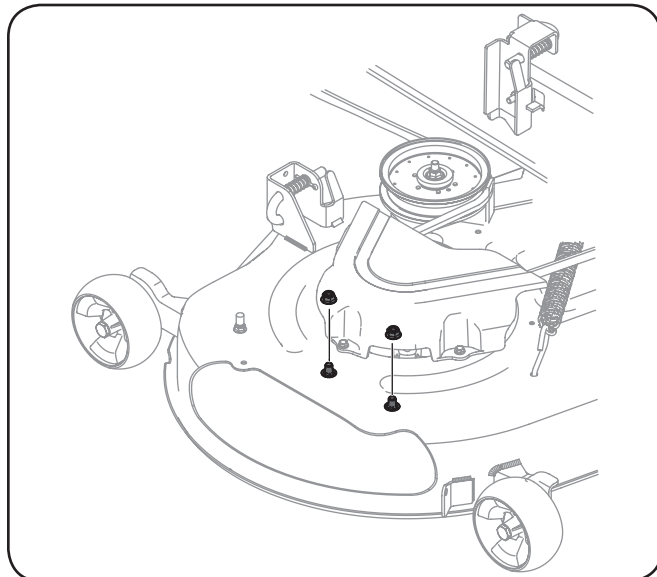

Figura 3-5
- Retire las tuercas de seguridad con brida de la plataforma. No extraiga las tuercas a presión ni los pernos del carro, dejarlos en su lugar facilitará la instalación del canal. Vea la Figura 3-5.